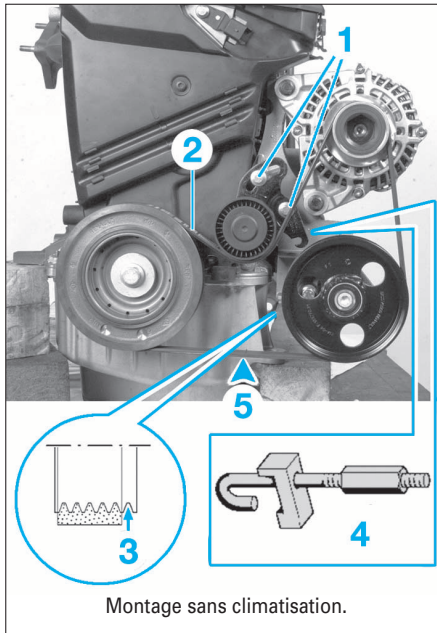

FIG. 38
- Desserrer les fixations (1) du galet tendeur de courroie d'accessoires (Fig.38).
- la courroie d'accessoires (2),
Certaines courroies d'accessoires possèdent cinq dents alors que les poulies du compresseur de conditionnement d'air, de la pompe de direction assistée ou d'alternateur en possèdent six. S'assurer impérativement dans ce cas que la dent intérieure (3) des poulies reste libre lors de la pose de la courroie d'accessoires (Fig.38 et 39).
- la courroie d'accessoires (2) (Fig.38).
- Tendre la courroie à l'aide de l'outil Renault Mot.1638 (4) (vis de fixation du galet tendeur desserrées) jusqu'à obtenir la valeur prescrite, en la contrôlant à l'aide d'un fréquencesmètre One-Too Diapaz ou Diapaz Mini (outil Renault Mot.1505 ou Mot.1715) placé devant le brin inférieur de la courroie (5). La valeur de tension est de 234 ± 10 Hz.